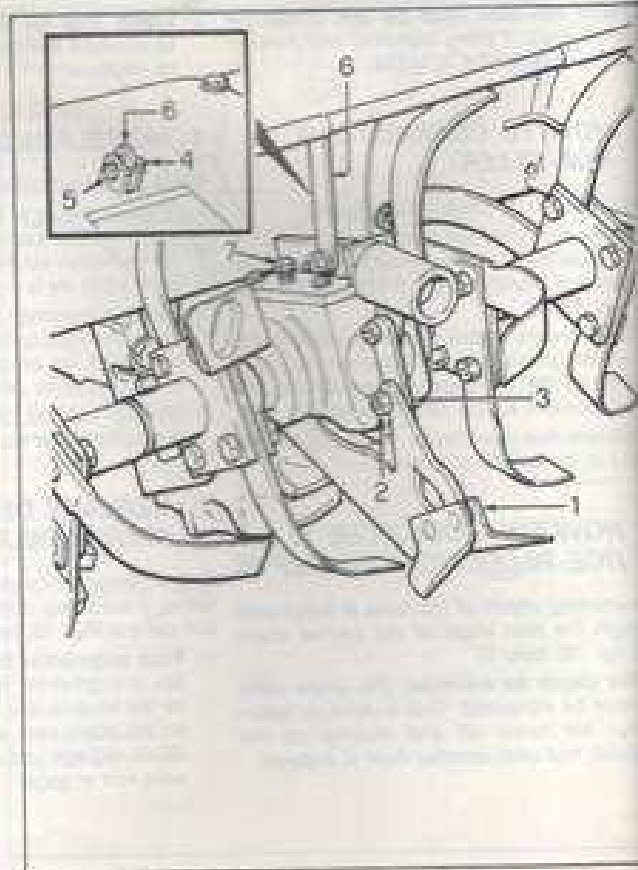

Fig. 18 - Bild 18
Per regolare la profondità di lavoro delle zappette occorre agire sull'inclinazione del vomerino centrale (vedere fig. 18, particolare 1).
The working depth of the hoes is adjustable through the lead angle of the central share (see fig. 18, item 1).
- For depth to increase: the share slant need be increased. This is done by taking out set screw (2) and moving up the guide rod until another hole is entered.
Pour régler la profondeur de travail des binettes, il y aura lieu d'agir sur l'inclinaison du soc central (fig. 18, rep. 1).
- Pour augmenter la profondeur il y aura lieu d'augmenter la pente du soc, ce qui se fait en enlevant la vis de fixation (2) et en poussant vers le haut le tige perforée (3) de réglage jusqu'à ce que l'orifice suivant soit engagé.
- Zur Einstellung der Arbeitstiefe der Hacken muss man auf die Neigung der Zentralschar wirken (siehe Bild 18, Detail 1).
- Zur Erhöhung der Arbeitstiefe muss die Neigung der Schar erhöht werden. Dabei ist die Befestigungsschraube (2) zu entfernen und die gelochte Stielstange (3) bis zum Einlegen in eine andere Bohrung nach oben zu drücken.
Warning — After varying the hoe working depth, the hood distance from the soil should be adjusted. To do so, unloose nut (figure 18, item 4, and take out screw (5). Then lower Hood until the side bottom edges will be 2 or 3 cm apart (hoes should be in the hoeing position). Secure the hood again by screw (5) and nut (4) which will be fitted into a matching hole in the hood support guide rod.
Attention — Après avoir modifié la profondeur de travail des binettes, il faut régler la distance du capot par rapport au sol. Desserrer l'écrou, sortir la vis (5) (figure 18, repère 4) et lever ou baisser le capot jusqu'à ce que les bords latéraux inférieurs se trouvent à 2 ou 3 cm du sol (binettes en position de travail). Bloquer le capot au moyen de la vis (5) et de l'écrou (4) qui sera introduit dans le trou correspondant de la tige de réglage et de support du capot (6).
Die Mutter (Bild 18, Detail 4) lösen und die Schraube (5) entfernen. Die Haube heben oder senken bis ihre seitlichen unteren Bordkanten 2-3 cm über dem Boden stehen (die Hacken müssen in Hackenstellung sein). Die Haube wieder durch Einführen der Schraube (5) mit der Mutter (4) in betreffendes Loch der Regel- und Stützstange (6) blockieren.
- correct level of oil in the bevel gear housing (housing to be almost full). To check oil level remove pin from hood (figure 18, item 3), remove pin (4) and raise the hood. Screw off plug (figure 18, item 6) located on the top of bevel gear box and check oil level.
- l'huile se trouve au niveau correct dans le carter des engrenages coniques (le carter sera presque plein). Pour vérifier le niveau, libérer le capot de la goulotte (figure 18, repère 4), enlever le tourillon (5) et lever le capot. Dévisser le bouchon (figure 18, repère 7) situé sur la partie supérieure du carter des engrenages coniques et contrôler le niveau.
- das Öl im Kegelpaargehäuse auf dem richtigen Füllstand liegt, d.h. bei fast vollem Gehäuse. Zur Füllstandskontrolle den Stift aus der Haube herausziehen (Bild 18, Detail 3), den Bolzen (4) entfernen und die Haube anheben. Die auf dem Oberteil des Kegelpaargehäuses angeordnete Verschlusschraube (Bild 18, Detail 6) abschrauben und den Füllstand prüfen.